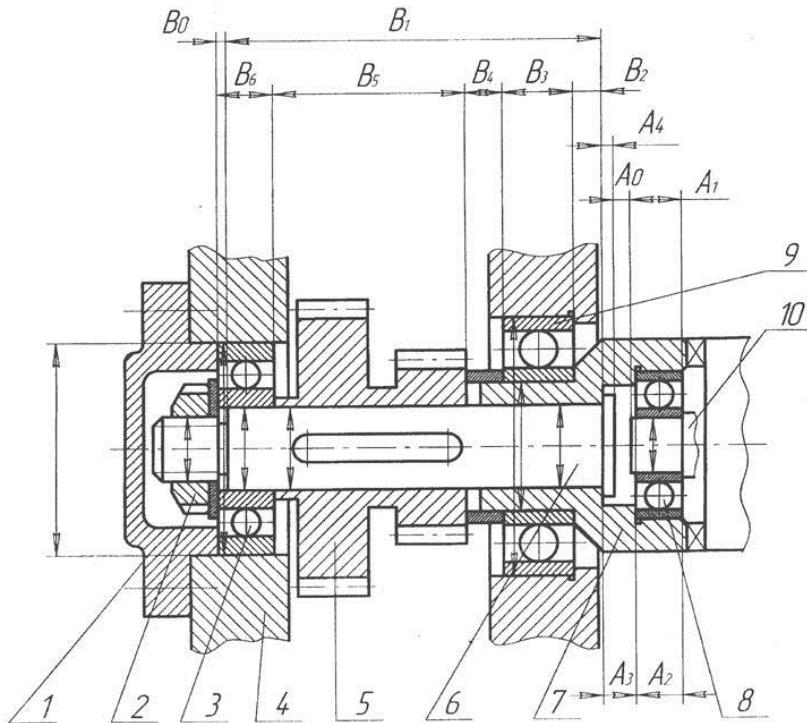

Рисунок 1. Передаточный механизм с полумуфтой
Задание 1. Исходные данные (рисунок 1): механизм служит для передачи вращения с различными частотами вращения от блока шестерен 5 через вал 6 и полумуфту 7 на входной вал 10 исполнительного механизма, соединенный соосно с полумуфтой 7 посредством подшипника качения 8 легкой серии. Блок шестерен 5 соединен с валом 6 через шпонку на переходной посадке, а полумуфта 7 с валом 6 – на прессовой посадке с натягом. Вал вращается на двух шариковых подшипниках качения 9 тяжелой и 3 средней серий, закрытых слева глухой крышкой 1 на четырех болтах M8, размещенных в отверстиях разъемного корпуса 4 механизма. Вал 10 свободно вращается во втулке (11), запрессованную в шестерню (12).